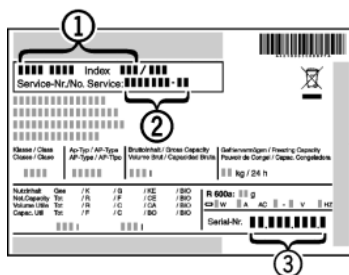

Fig. 39
- ▶ Označení přístroje Fig. 39 (1), servisní číslo Fig. 39 (2) a sériové číslo Fig. 39 (3) naleznete na typovém štítku. Identifikační typový štítek je umístěn na levé vnitřní stěně přístroje.